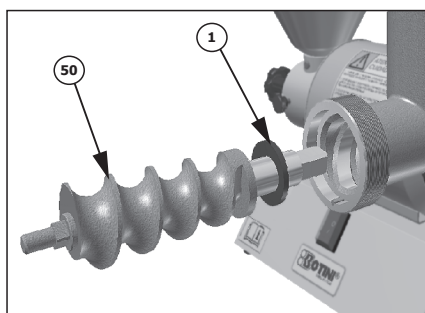
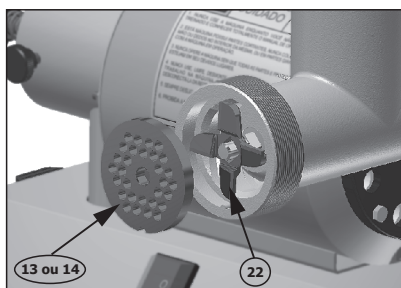

Figura 4
Figura 5
-Após coloque a rosca sem fim (50) e a arruela de celeron (1) dentro do corpo da boca (6) conforme *figura 4*, em seguida a faca cruzeta (22) e do disco para moer escolhido (13 ou 14) conforme *figura 5*.
IMPORTANTE : A faca cruzeta (22) deve ser colocada de modo que o lado de corte fique em contato com o disco para moer (13 ou 14) conforme *figura 5*.
Observação: Caso caia o rendimento do moedor de carne verificar a necessidade de troca da faca cruzeta (22) ou dos disco para moer (13 e 14) conforme *figura 5*. Nunca interrompa (desligue) o processo de moagem com carne em processamento.